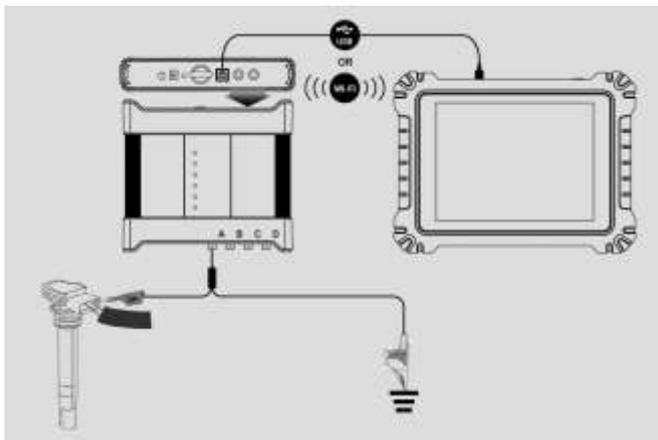

Рисунок 7-1. Пример схемы соединений
1. Подсоедините подходящие концы измерительного провода или щупа к входным каналам, чтобы завершить соединение (см. **рисунок 7-1**).